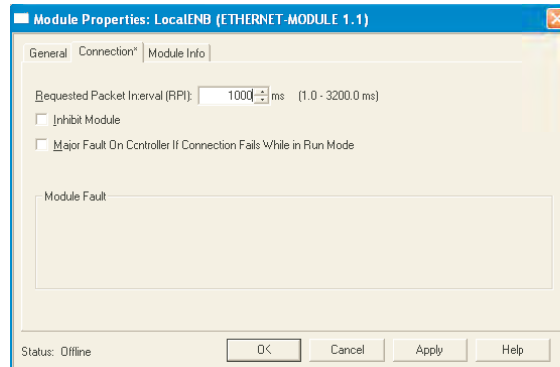

Abbildung 4.3.21q Module Properties Seite
7. Setzen Sie in der Module Properties Seite (Abbildung 4.3.21q) RPI auf 1000 und bestätigen Sie mit „OK“.